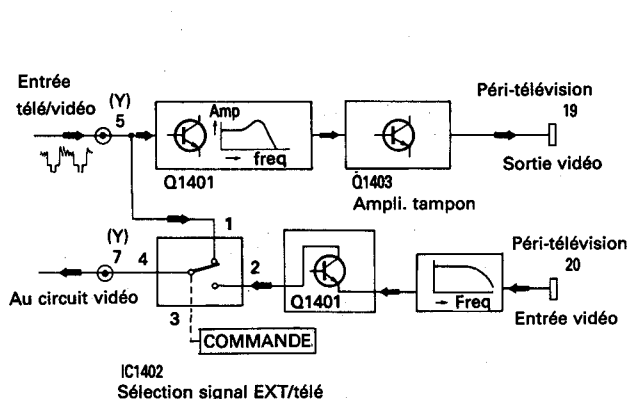

Figure 14. Diagramme du bloc du circuit côtés externe.
Les diagrammes de bloc des sections vidéo et audio sont individuellement présentés sur les Fig. 14 et 15.
a) Section vidéo externe (Fig. 14)